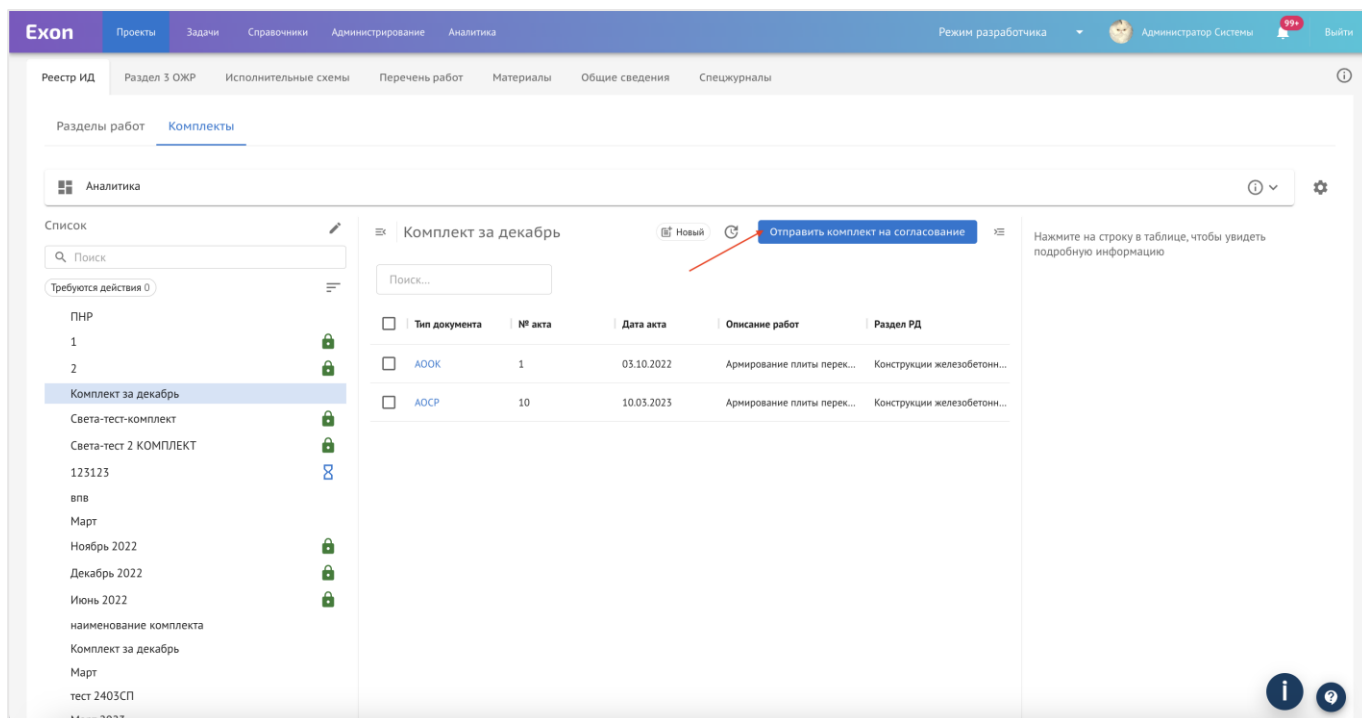

Рис. 84 – Вкладка Комплекты
4. В открывшемся окне, нажать на «Отправить комплект на согласование» (рис. 84);